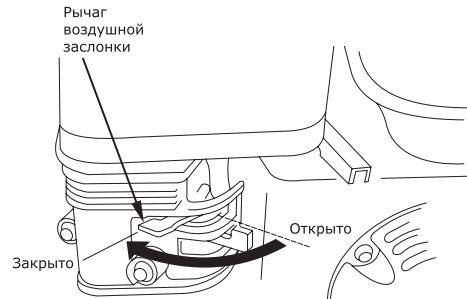

Рис. 12
• Поставьте рычаг привода воздушной заслонки (рис. 12) в следующее положение: